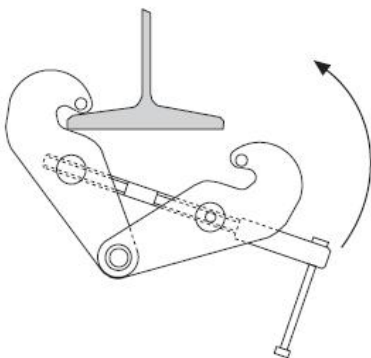

Fig. 4
- Las mordazas de la pinza deben abrirse lo suficiente para poder pasar por el perfil de la (Fig. 4).